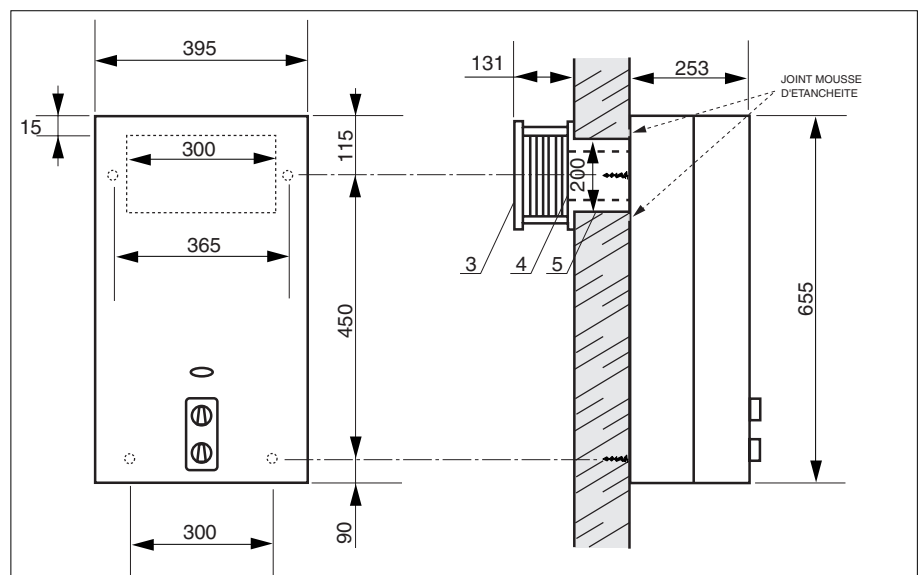

Fig.5
- 3) Ventouse extérieur (non illustrée) (voir fig. 5, page 2).
- 4) Gaine de fumée (non illustrée) (voir fig. 5, page 2).
- 5) Traversée de mur (non illustrée) (voir fig. 5, page 2).